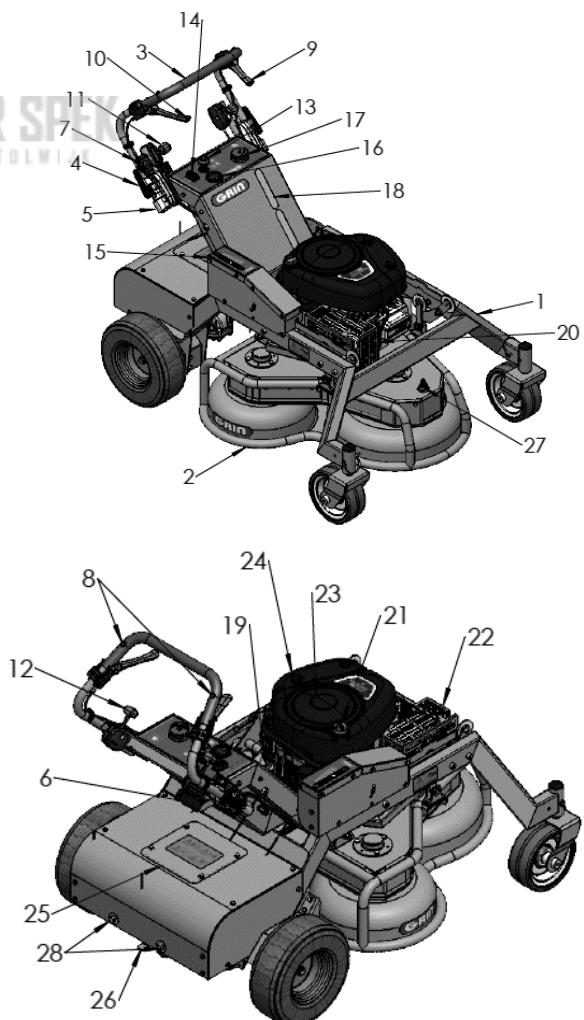

Fig. 7 - Componenti macchina
Il vostro Grin XM viene consegnato con l'olio nel motore. Dopo circa 5 ore di lavoro si consiglia di verificare il livello dell'olio con l'apposita astina (Fig.7_21) e, se necessario, rabboccare. Fare riferimento al manuale del motore per quantità e tipologia di olio.
2. Svitare il tappo del serbatoio benzina (Fig. 7_17), ma solo dopo aver rimosso sporco ed eventuali residui dalla zona del tappo.
3. Con l'aiuto di un imbuto, riempire con normale benzina verde. È possibile verificare il livello della benzina tramite gli appositi indicatori posti sulla macchina (Fig.7_18). Non riempire oltre il livello visibile, lasciare spazio per l'espansione del carburante. Rimuovere immediatamente eventuale benzina fuoriuscita o rovesciata; non mescolare olio al carburante.
6. Aprire il rubinetto benzina tra serbatoio e motore. (Fig.7_19). Si consiglia di chiudere sempre il rubinetto durante il trasporto, per evitare che entri troppa benzina all'interno del motore.
NB: a motore freddo spostare la leva di regolazione giri (Fig.7_12) motore in posizione di choke.
!!! ATTENZIONE !!! Dopo aver avviato il motore togliere subito la leva della regolazione dei giri motore (Fig.7_12) dalla posizione di choke
Il vostro XM è dotato di regolazione elettronica millimetrica dell'altezza di taglio. Dopo aver acceso la macchina premere il pulsante di regolazione altezza (Fig.7_14) per alzare o abbassare il sistema di taglio. È possibile vedere l'altezza impostata tramite l'apposito indicatore (Fig.7_15). Spostando l'indicatore verso la zona verde si aumenta l'altezza di taglio. Spostando l'indicatore verso la zona rossa si diminuisce l'altezza di taglio.
1. Dopo aver avviato il motore, disinserire il freno di stazionamento, spostando la leva (Fig.7_6) verso destra e poi verso l'alto.
2. Dopo aver verificato che l'altezza di taglio sia corretta, avviare il sistema di taglio sollevando il fungo giallo posizionato sul cruscotto (Fig.7_13).
3. Spostare la leva marcia (Fig.7_11) avanti o indietro. Spostare la leva delicatamente, in modo da variare in modo graduale la velocità, in particolare quando si usa la retromarcia. Bruschi cambi di velocità potrebbero portare l'operatore a perdere l'equilibrio.
4. Per sterzare la macchina premere la leva di sinistra (Fig.7_9) per andare a sinistra e la leva destra (Fig.7_10) per andare a destra. Più si preme la leva minore, più sarà stretta la curva. Premendo a fondo la leva, la macchina ruoterà su sé stessa.
1. Portare la leva di marcia avanti/indietro (Fig.7_11) in posizione di folle (N)
2. Inserire il freno di stazionamento, muovendo la leva verso il basso (Fig.7_6)
3. Disinserire il sistema di taglio premendo il fungo giallo sul cruscotto (Fig.7_13)
4. Rilasciare i pulsanti di sicurezza presenza uomo (Fig.7_8) per spegnere la macchina.
1. Svitare le viti di fissaggio del Kit on-board (Fig.7_28), posizionare la piastra ed avvitare le viti come nell'immagine sopra. Stringere le viti con una coppia di 50Nm.
- III. Accedere al vano batteria, svitando le 4 viti che fissano lo sportello (Fig.7_25). Scollegare la batteria e collegarla ad un mantenitore di carica.